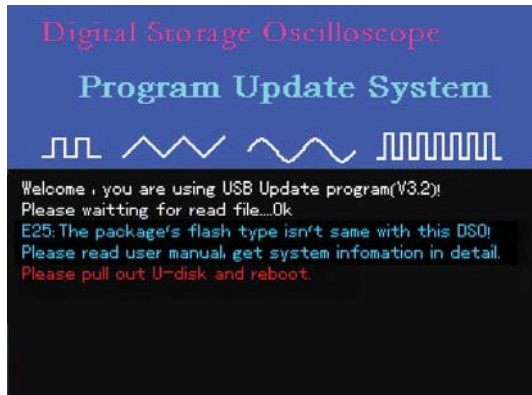

Figura 5-10
5. Durante la actualización, si el FLASH del programa de actualización que copio o eligió es diferente al del equipo, el indicador mostrado en la figura 5-10 aparecerá: "E25: El tipo de flash del paquete no es el mismo que este DSO. Por favor lea el manual de instrucciones. Para ver detalles del sistema. Por favor retire el disco U y reinicie".